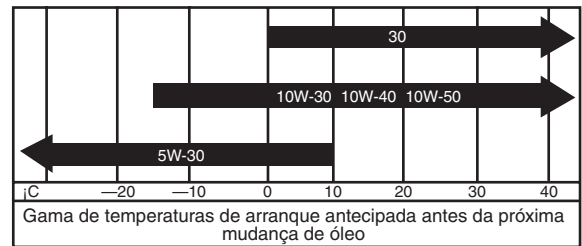

Figura 13
3. O motor utiliza um óleo detergente 10W30 de alta qualidade, correspondente à classificação de serviço do American Petroleum Institute —API— SH ou superior. Selecione um índice de viscosidade em função da tabela constante da figura 13.